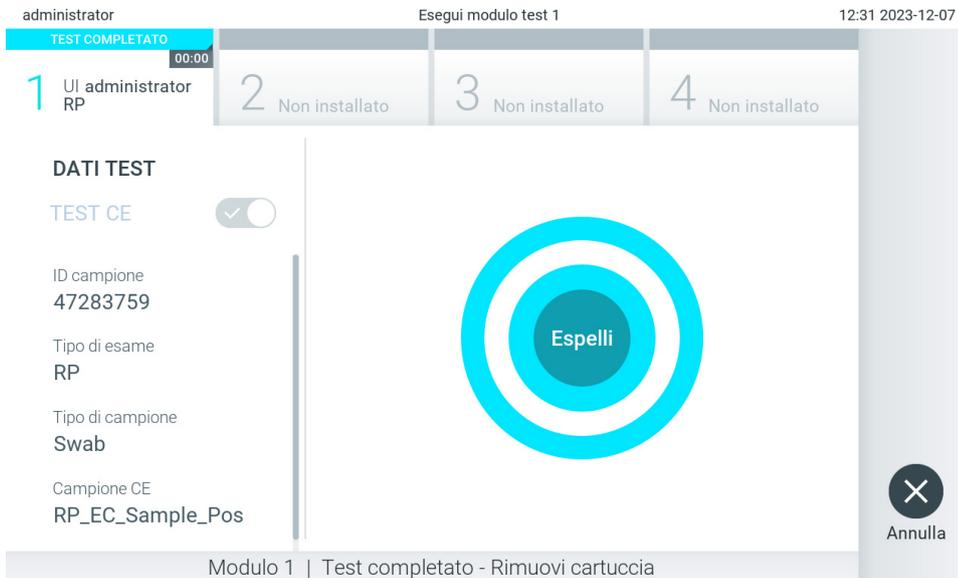

Figura 99. Schermata Eject (Espelli).
11. Al termine del test, verrà visualizzata la schermata Eject (Espelli) (Figura 99). Premere Eject (Espelli)  sul touchscreen per rimuovere la cartuccia d'esame QIAstat-Dx e smaltirla come rifiuto a rischio biologico in conformità alle normative e alle leggi nazionali, regionali e locali in materia di salute e sicurezza.